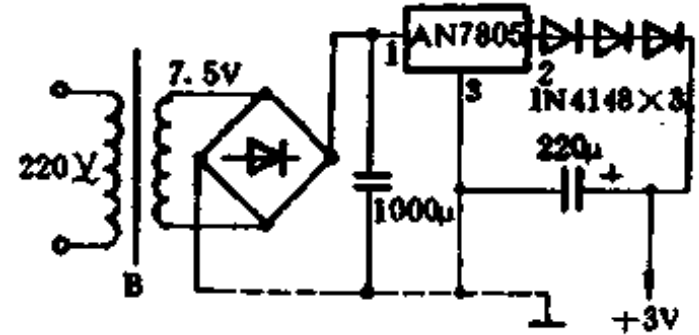

图 2-8
1. 用整流二极管改变三端集成稳压块 7800 系列的稳压输出值。大家知道,7800 系列稳压块输出值是固定的,例如我们想用 7805 做 3V 随身听电源,显然比额定工作电压高了 2V,这时候我们可以利用硅二极管的正向特性进行补偿,如图 2-8 所示,在 7805 的输出线路上串接 3 只整流电流 300mA 以上的硅整流二极管,利用二极管正向压降降压后,取得了我们所需要的 3V 直流稳压电源(注:硅整流二极管正向压降约 0.7V 左右,串一只可降压 0.7V 左右,这样串了 3 只可降压约 1.9~2.1V 左右。串接二极管不宜超过 3 个,多了将增加其动态电阻,使稳压特性变差)。